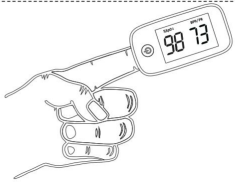

Figura 4 - utilizzo corretto del dispositivo
- Utilizzare nel verso proposto in figura (Figura 4)